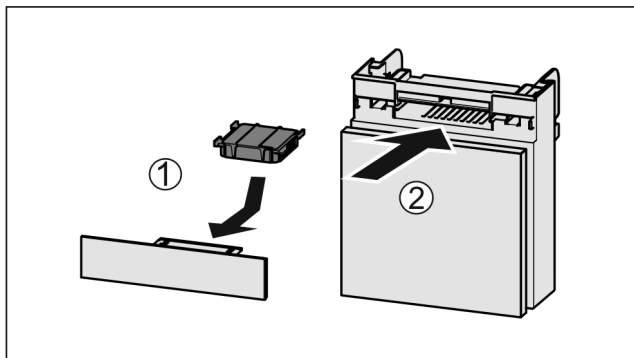

Fig. 83
- ▶ Sett inn Fig. 83 (1) aktivkullfilteret etter figuren.
- ▶ Skyv inn Fig. 83 (2) hyllen.